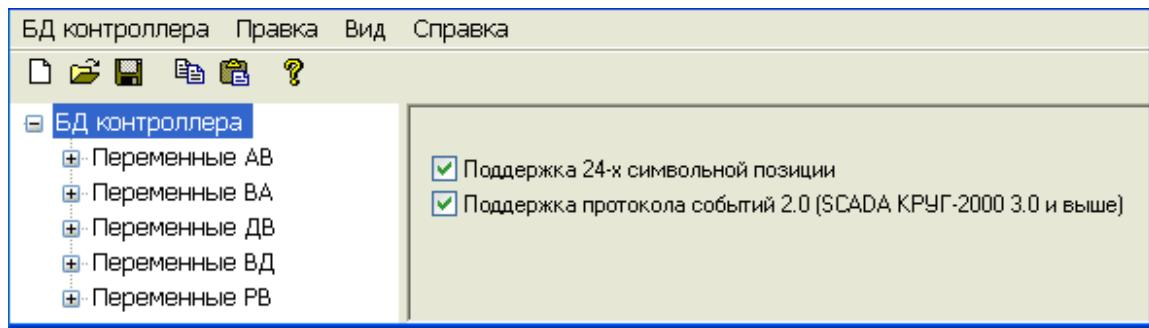

Рисунок 2.8 – Изменение настроек БД
- **Изменение глобальных настроек БД** производится путём выбора элемента "БД контроллера" в списке переменных. После чего на панели отображения контекстнозависимой информации появится диалог (рисунок 2.8), в котором возможно установить признаки поддержки 24-х символьной позиции и поддержки протокола событий версии 2.0